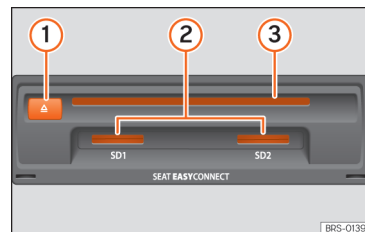

Abb. 175 Datenträger-Einschub im Handschuhfach.
• CD mit der beschrifteten Seite nach oben so weit in den DVD-Schacht » **Abb. 175 ③** einschieben, bis sie automatisch eingezogen wird.
Kompatible Speicherkarte mit der abgeschnittenen Ecke zuerst und mit den Kontaktflächen nach unten in den Speicherschacht **» Abb. 175 ②** oder **» Abb. 139 ⑨** einschieben, bis sie einrastet.